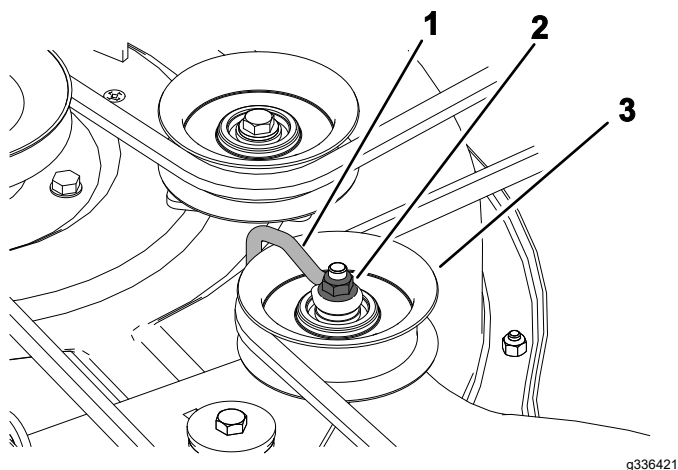

Figura 49
2. Tornillo (3)
5. Afloje la tuerca que sujeta el soporte de alambre a la polea tensora (Figura 49).
Nota: Coloque el soporte de alambre contra el brazo tensor, como se muestra en la Figura 49.